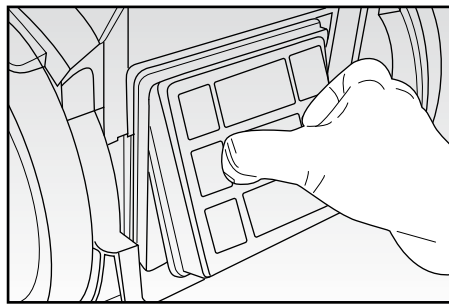

Fig. 10
- Rimuovere il filtro e pulirlo con acqua corrente (Fig. 10). Farlo ben asciugare.